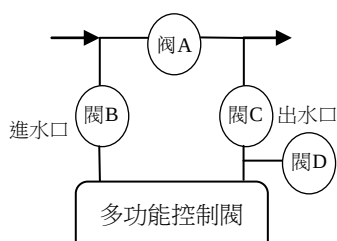

图 4-1 进出水管路安装
为便于设备的维修，建议将设备按如图 4-1 所示安装。
1. 关闭进出水阀 B 及阀 C，打开旁通阀 A，将管道内的杂质冲洗干净，然后关闭旁通阀 A（如图 4-1）。